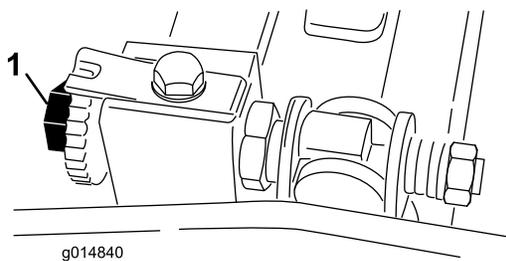

Рисунок 49
2. Поворачивая регулировочные винты неподвижной планки против часовой стрелки, обеспечьте отсутствие контакта с барабаном (Рисунок 49).
Медленно поворачивая барабан вперед, вращайте регулировочный винт неподвижной планки по часовой стрелке (на том же конце барабана, на один щелчок за один раз), пока бумага не окажется слегка зажата по мере ее введения спереди параллельно неподвижному ножу, что приведет к ее легкому заеданию, если за нее потянуть (Рисунок 49).